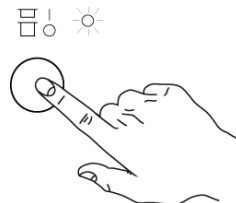

Abb. 27
- 8- Schließen Sie die Tür und drücken Sie den KNOPF "A", um die Spülmaschine einzuschalten. Dies wird durch die GRÜNE Kontrolllampe "D" angezeigt. (Abb. 27)